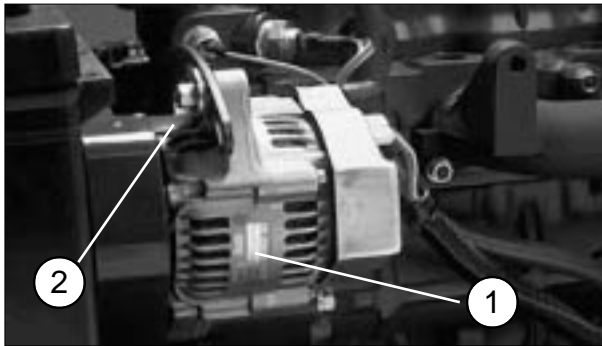

図 37
100運転時間ごとにベルト（図37）の劣化状態と張り具合を点検してください。
1. ドレン プラグ (図 37) を半回転開いてドレン パンに水を受ける。